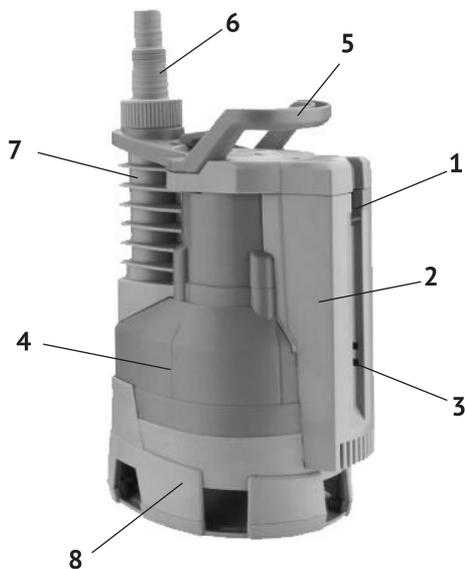

рис.1
Насос предназначен для работы в двух режимах: автоматический и ручной. Установка режима работы осуществляется переключателем (рис.1 поз.1). Он имеет два фиксированных положения: «ручной» и «автоматический». В автоматическом режиме коммутация (включение/отключение) насоса происходит в границах рабочего диапазона установки реле уровня (155 – 235 мм). При достижении встроенным поплавком реле уровня двигатель насоса включается/отключается. В ручном режиме двигатель насоса работает до его отключения вручную.
2.4 Общий вид насоса представлен на рис.1
2.5 Двигатель и насос расположены в пластиковом корпусе (рис.1 поз.4). Поплавковый выключатель, переключатель режимов (рис.1 поз.1) и реле уровня расположены в корпусе (рис.1 поз.2), закреплённом на корпусе насоса.
4.2 Прикрутите к выходному патрубку (рис.1 поз.7) выходной штуцер (рис.1 поз.6). Смонтируйте и присоедините к выходному штуцеру напорную магистраль. Рекомендуется использовать максимально возможный диаметр шланга. При этом не используемые разъёмы можно срезать. При установке насоса для временного использования как правило устанавливаются гибкие шланги, при стационарной установке напорная магистраль собирается из жёстких труб.
Перевести переключатель режимов работы (рис.1 поз.1) в положение «автоматический».
Насос оснащён встроенным поплавковым выключателем, который перемещается внутри корпуса (рис.1 поз.2) вместе с уровнем воды в резервуаре (бассейне, приямке и т.п.). Реле уровня устанавливается перемещением его на нужную высоту рычагом (рис.1 поз.3) в интервале 155 – 235 мм от нижнего края корпуса нагнетателя (рис.1 поз.8). Сравнявшись с реле, встроенный поплавок производит:
4.4 Для установки других пределов регулировки, следует изменить положение реле уровня, передвинув рычаг (рис.1 поз.3) в нужное положение. Проверьте, что уровень воды в пределах поля регулирования по отношению к перекачиваемому объёму, не потребует от насоса 30-ти и более выключений в час. Частые коммутации выключателя сокращают срок службы насоса.
4.5 Если потребуется (заиленное, неровное дно), привяжите верёвку (трос) к ручке (рис.1 поз.5) насоса. Кабель питания можно закрепить на этой верёвке.